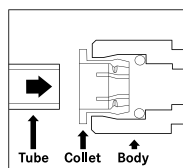

Fig.1
- ▶ Før røret inn helt rett (fig. 1).